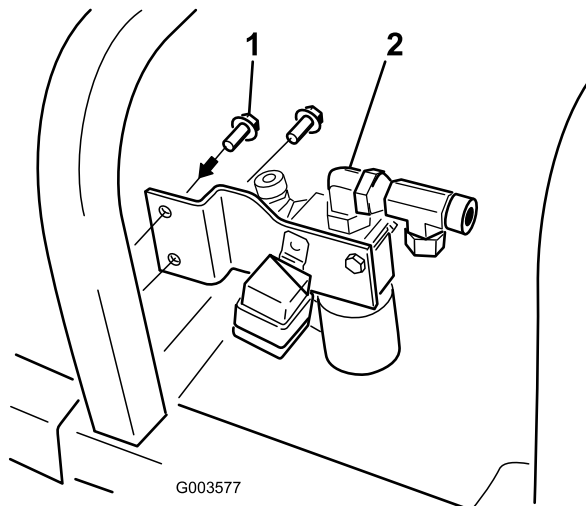

Figure 12
7. Fixez le support de vanne au cadre de la machine avec 2 boulons taraudeurs (9/32 x 3/4 po) (Figure 12).